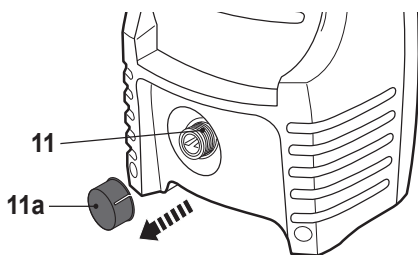

Рис. 11
- > Снимите крышку (11a) с подвода воды (11) (Рис. 11).